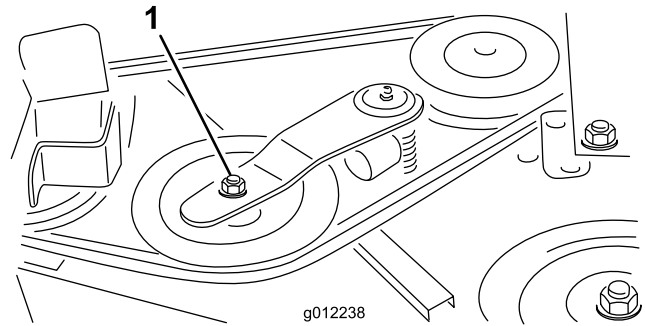

Figura 35
2. Usando una llave dinamométrica u otra herramienta similar, aleje la polea tensora (Figura 35) de la correa